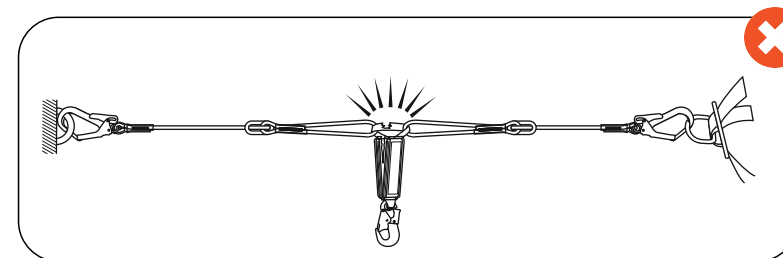

рис. 16
**ЗАПРЕЩАЕТСЯ** при использовании двойного стропа один карабин присоединять к анкерной точке, а второй - к привязи (рис. 16).